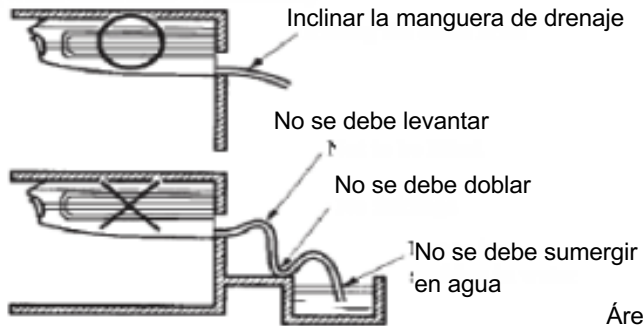
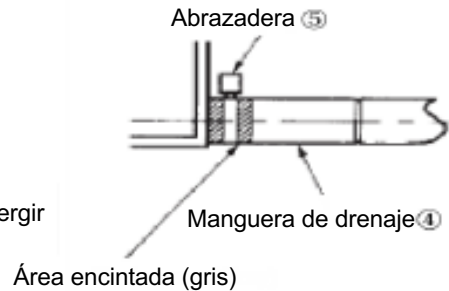

Fig.10
Fig.11
- \* Mantenga la tubería de drenaje corta e inclínela hacia abajo con una pendiente de al menos 1/100 para evitar bolsas de aire (consulte la Fig.10).
- \* Utilice la manguera de drenaje ④ y la abrazadera ⑤ adjuntas.
- \* Inserte la manguera de drenaje completamente en la toma de drenaje. Apriete la abrazadera dentro del rango de la cinta gris hasta que la cabeza del tornillo esté a menos de 4 mm de la manguera (consulte la Fig.11, Fig.12).